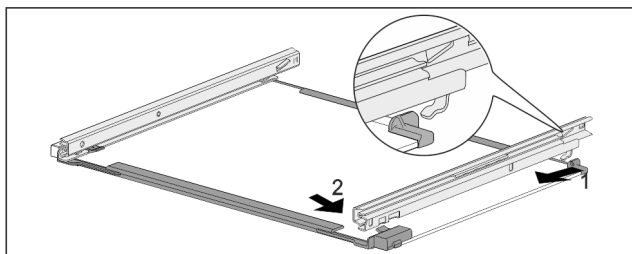

Fig. 144 Ripiano in vetro con guide
- Agganciare la guida sul lato posteriore. Fig. 144 (1)
- Innestare la guida sul lato anteriore. Fig. 144 (2)